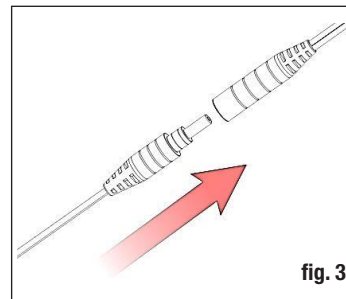

fig. 3
Paso 4: Enchufe el conector macho del arnés del paso 3 en el conector hembra adjunto a la luz (fig. 3). Presione firmemente hasta que la conexión esté completamente acoplada.